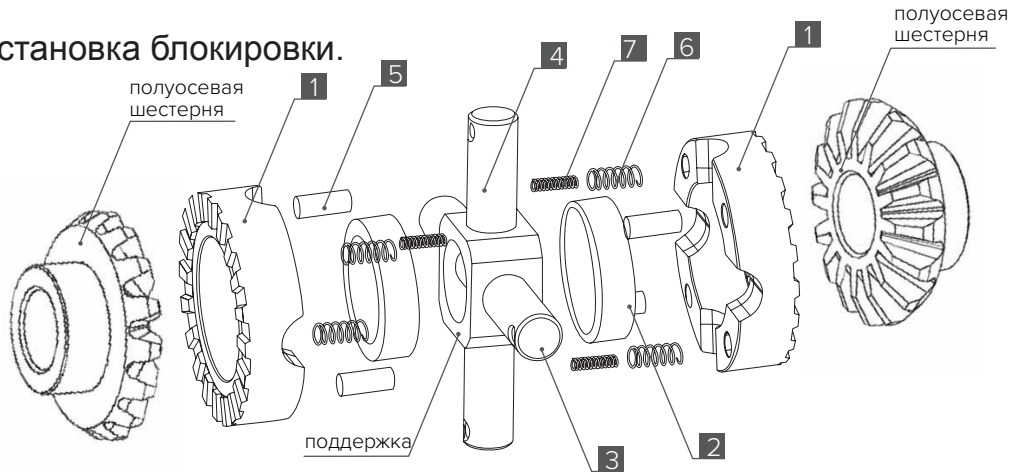

Рис. 3
- Соберите блокировку в корпус дифференциала, соблюдая последовательность, изображенную на **Рис. 3**.